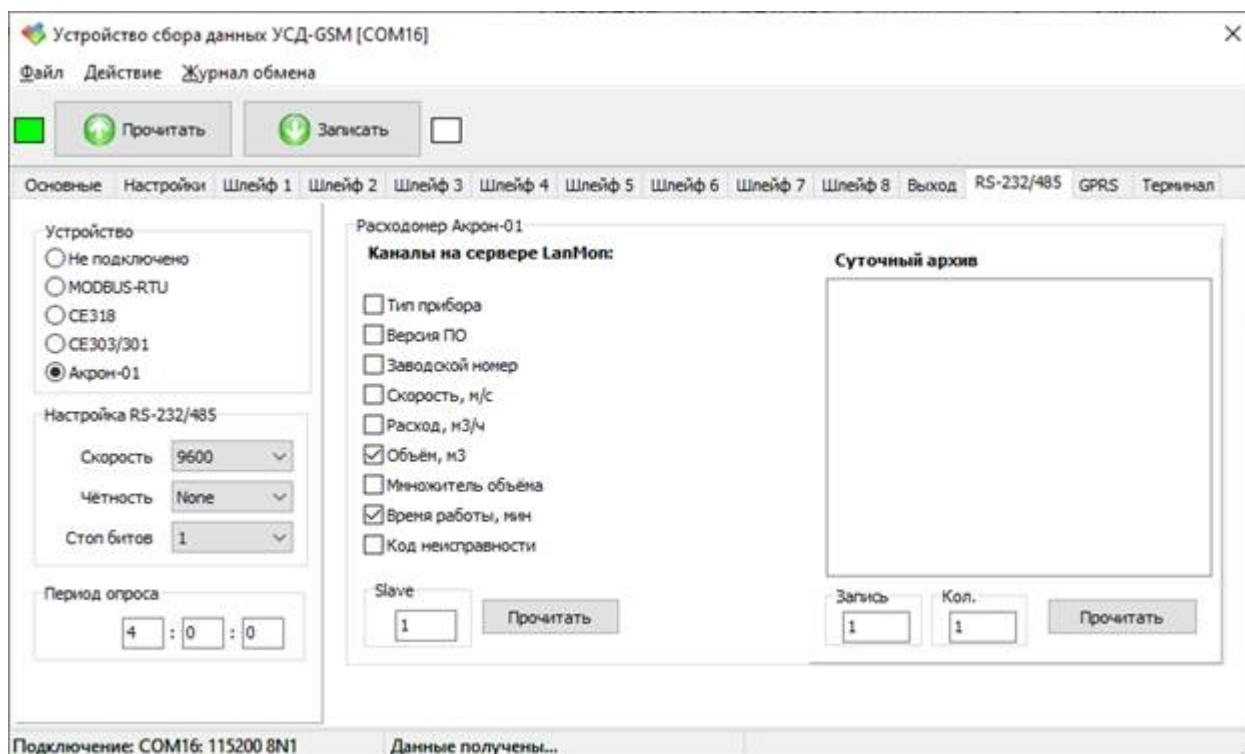

Рисунок 25 – Вкладка настройки «Акрон-01»
3. На вкладке «R2-232/485» в поле «Устройство» выбрать «Акрон-01» (рисунок 25):